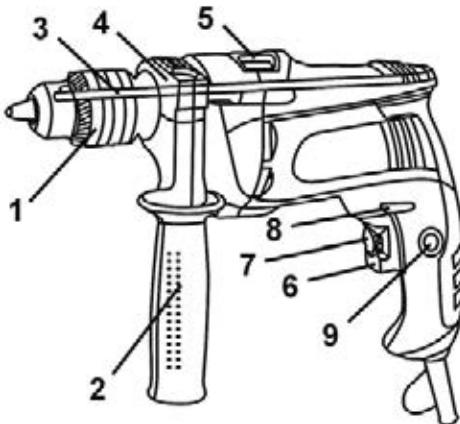

Рисунок 1
Переключение режимов работы изделия осуществляется переводом переключателя (5) (см. рис.1) из одного крайнего положения в другое в сторону соответствующего символа режима работы:
- Ударно-вращательный режим – переключатель (5) должен быть переведен до упора в сторону символа .
- Вращательный режим – переключатель (5) должен быть переведен до упора в сторону символа .
5.2 Выберите необходимый режим работы изделия с помощью переключателя (5) (см. рисунок 1).
Переключение режимов работы изделия осуществляется переводом переключателя (5) (см. рис.1) из одного крайнего положения в другое в сторону соответствующего знака режима работы: